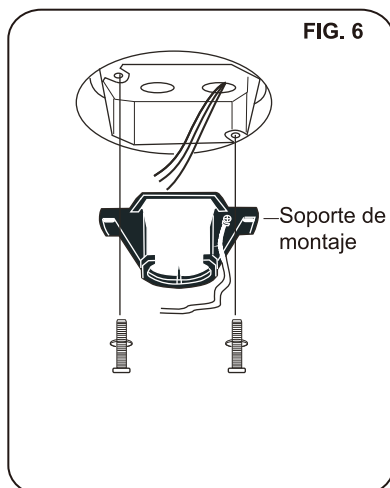

FIG. 6
Paso 1. Fije el soporte de montaje en la caja de salida por los dos tornillos y las arandelas proporcionados con la caja de salida. Asegúrese de que el soporte de montaje se apriete bien y firmemente. (Fig.6)